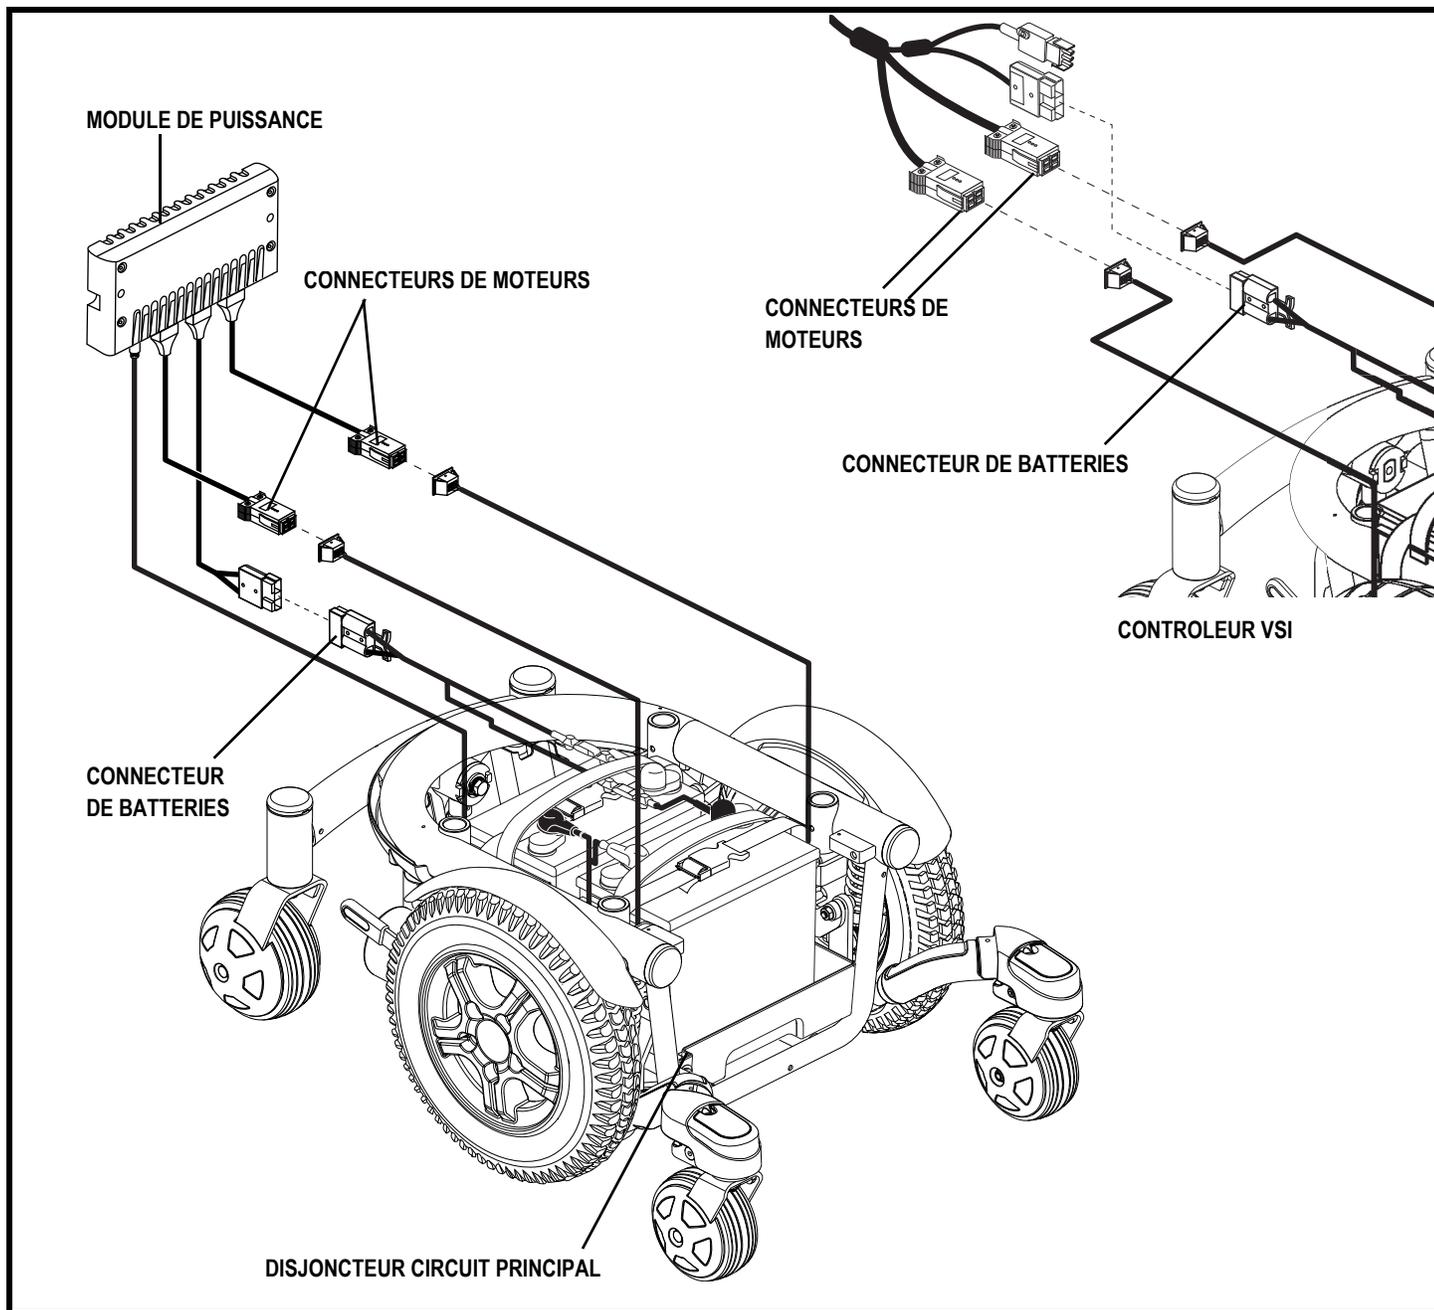

Figure 7. Composantes électroniques du Quantum 600
Les composantes électriques sont placées à l'intérieur de la base motrice. Le disjoncteur principal est situé à l'avant du cabaret électronique. Les connexions pour le module de contrôle sont aussi placées à l'intérieur de la base motrice. Voir la figure 7.
7. Branchez le/les connecteurs du contrôleur dans la base motorisée. Voir la figure 7.